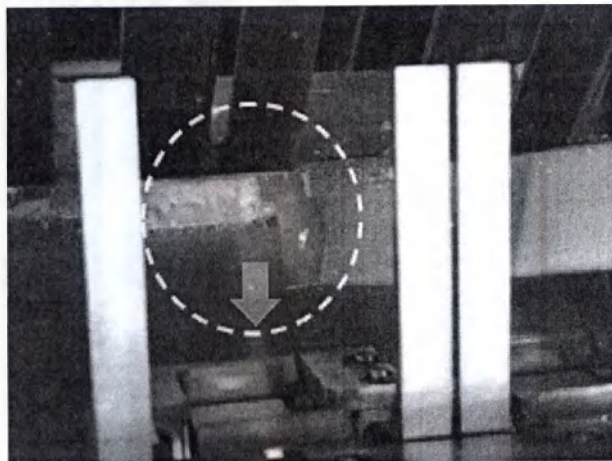

Рисунок 5P. Очистка области А и D
3. Для чистки отмеченных областей А и D, используйте меньшую головку (сторона А и сторона D) инструмента для очистки входной двери. Перемещайте инструмент горизонтально, чтобы соскоблить накопившийся парафин (рис. 5P).